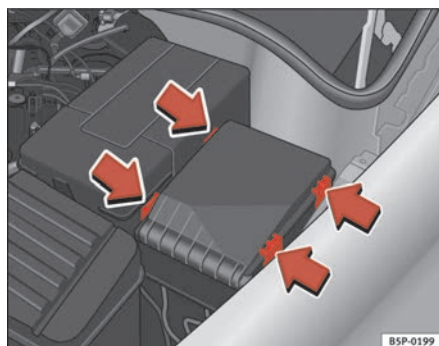

Fig. 181 Tapa de la caja de fusibles en el compartimiento motor
- Retire la tapa de fusibles del compartimiento del motor haciendo presión sobre las lengüetas hacia el centro de la tapa ⇒ fig. 181.